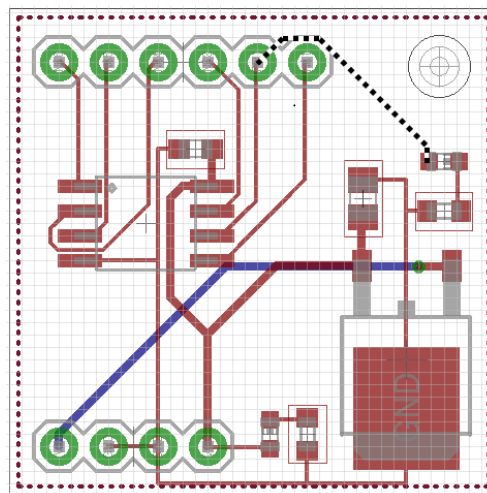

図 30
(10) 配線の修正
- ① コマンド入力欄に `ripup @;` と入力してベタ・グラウンド表示を止めます。
- ②  Ripup コマンドで図 30 の点線で示す配線をラッツネストにもどします。